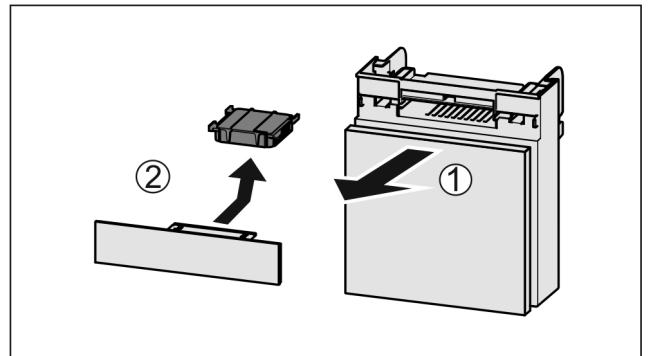

Fig. 63
- ▶ Zásuvku vytáhněte dopředu Fig. 63 (1).
- ▶ Filtr s aktivním uhlím vyjměte Fig. 63 (2).